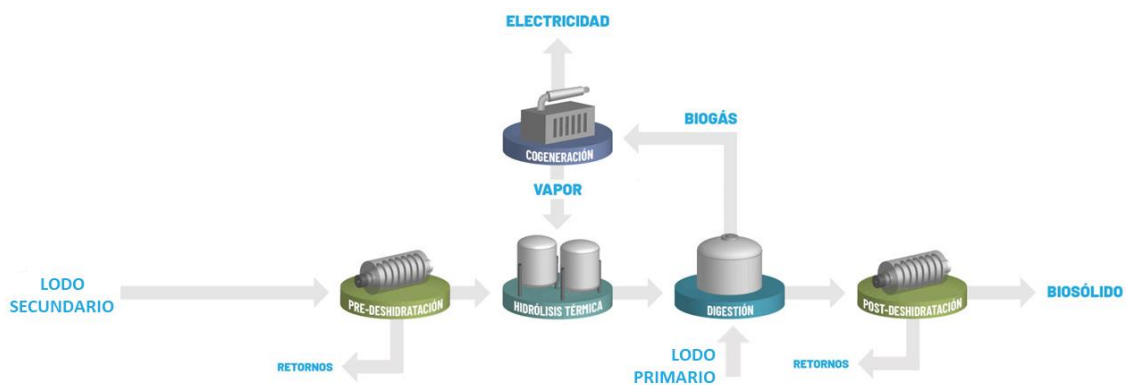

Figura 7. HT sólo de fango secundario
- Se hidroliza solo el fango biológico (Figura 7), que por su composición (principalmente exopolímeros y bacterias) es mucho menos biodegradable que el fango primario.